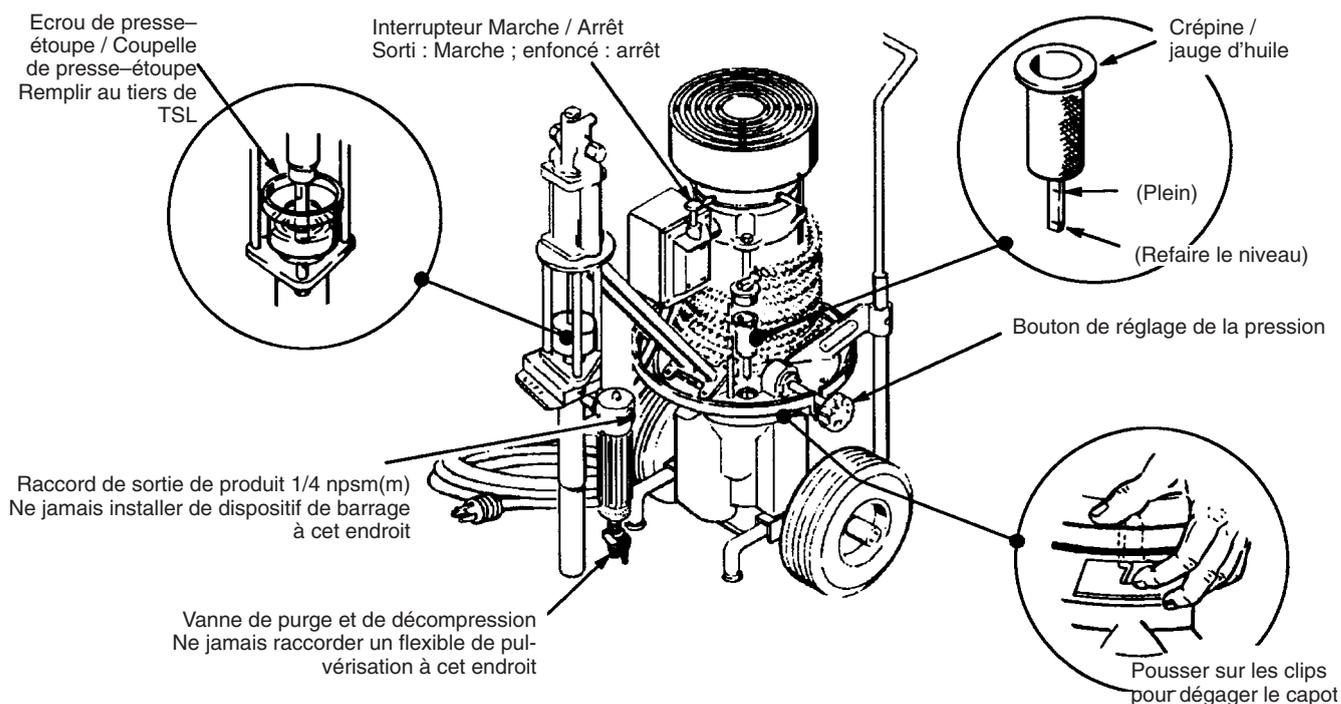

Fig. 1
1. **Vérifier le niveau du fluide hydraulique** (Voir Fig. 1). Appuyer sur les deux clips et retirer le capot.
3. Remplir l'écrou de presse-étoupe/la coupelle de presse-étoupe au tiers de lubrifiant pour coupelle presse-étoupe Graco (TSL), fourni. Pour accéder à cette coupelle, appuyer sur les deux clips à ressort et retirer le capot du pulvérisateur. Voir Fig. 1.